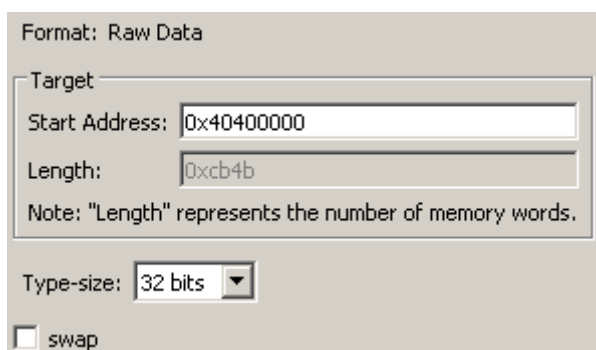

图 1-1-14
3. 选择文件路径后，点击[Next]，设置载入起始地址。其中 [Type Size]选择 32bit，然后点击[Finish]等待载入完成，如图 1-1-14 所示：